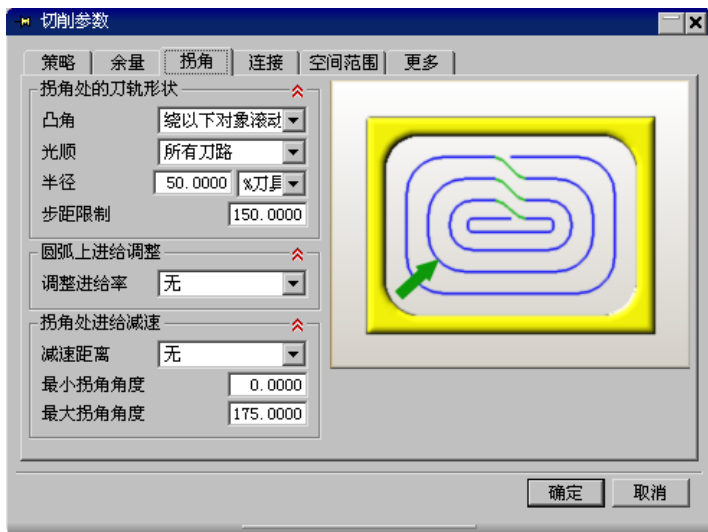

图 3.10.5 “拐角”选项卡
Step2. 在“切削参数”对话框中单击 **拐角** 选项卡, 参数设置如图 3.10.5 所示。